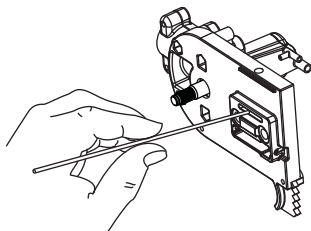

Fig. 14
4. En la almohadilla de la barra, utilice un alambre blando lo suficientemente pequeño para insertarlo en el orificio de descarga de aceite y limpiar el aserrín y la suciedad. (Fig. 14)